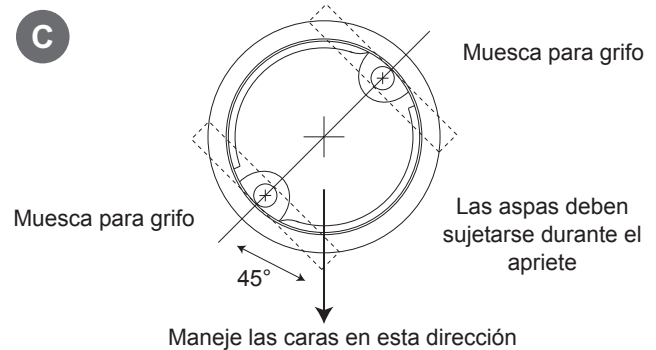

Figura 5
- Mire hacia abajo a través de la base para realizar este paso. Antes de apretar los tornillos, determine la rotación correcta de la base. La posición final del tirador habrá salido 45 grados de las cabezas del tornillo. Utilice la Figura 5 para determinar la mejor posición para su instalación. A través del orificio de la base, sujete la palanca en su posición mientras aprieta el tornillo. La palanca cargada con resorte entrará en contacto con la base de la parte superior de la encimera y se mantendrá en posición. No apriete completamente los tornillos. Repita el proceso para el segundo tornillo acodado. Compruebe la posición final de la base y los tornillos acodados. Apriete los dos tornillos uniformemente. **NO SOBREPRIETE.** Apriete lo suficiente para evitar que la base gire cuando el grifo rote en su posición.